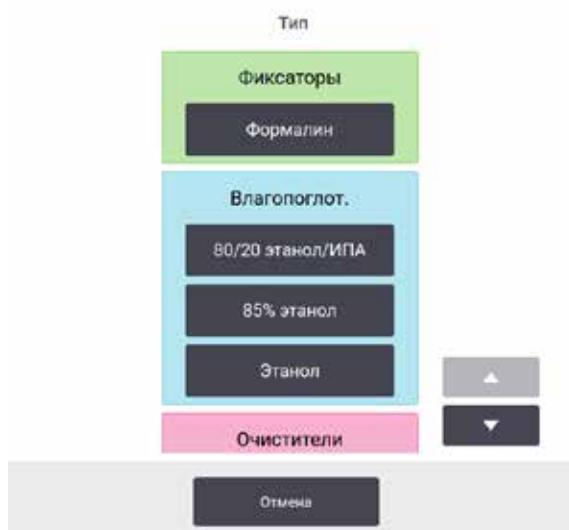

Рис. 72
- Выберите Reagent (Реагент) > Stations (Станции) и нажмите на ячейку Type (Тип) станции. Появится диалоговое окно Type (Тип). (→ Рис. 72).